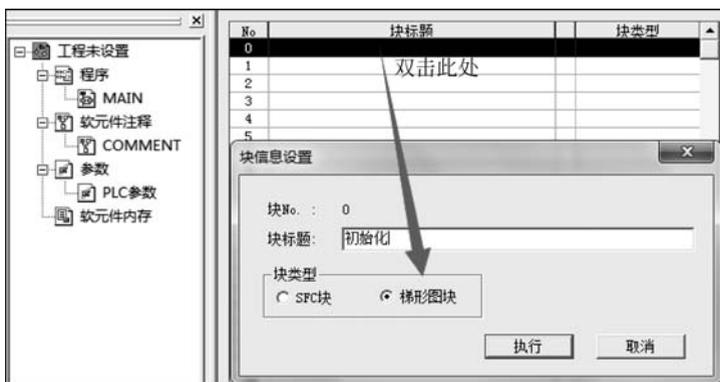

图 5-10 建立梯形图块
⑥ 双击块标题下方表格,在“块标题”中输入“初始化”,“块类型”选择“梯形图块”,单击“执行”按钮建立梯形图块,如图 5-10 所示。